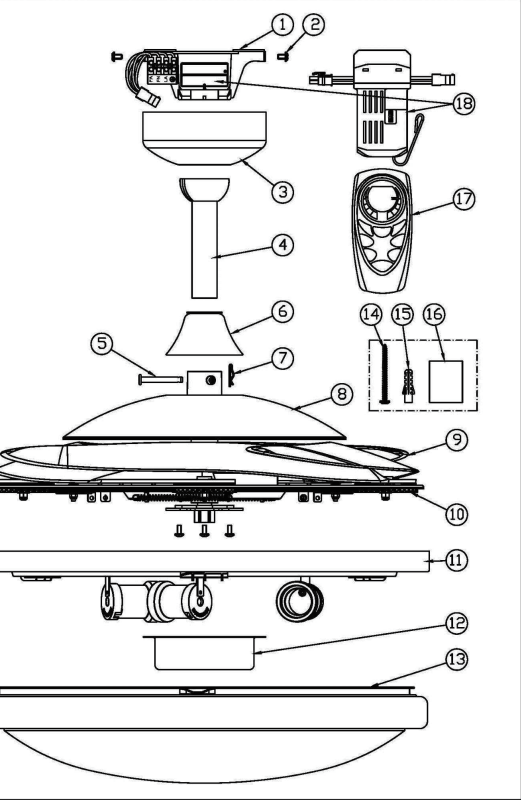

FIGURA 1
Extraiga el ventilador e identifique cuidadosamente las partes. Consulte la FIGURA 1
2) RETIRE EL DOSEL PARA CIELO RASO (NO. 3 - FIGURA 1) AFLOJANDO LOS DOS TORNILLOS CON RANURAS.
1) PASE LA VARILLA VERTICAL A TRÁVÉS DEL DOSEL PARA CIELO RASO (NO. 3 - FIGURA 1) Y LA CUBIERTA PARA PERNO Y PASADOR (NO. 6 - FIGURA 1).
3) INSERTE LA VARILLA VERTICAL (NO. 4 - FIGURA 1) EN LA PARTE SUPERIOR DE LA UNIDAD (NO. 8 - FIGURA 1). ALINEE LOS ORIFICIOS DE LA UNIDAD CON LOS ORIFICIOS DE LA VARILLA VERTICAL E INSERTE EL PERNO (NO. 5 - FIGURA 1). LUEGO, INSERTE EL PASADOR (NO. 7 - FIGURA 1) EN EL EXTREMO DEL PERNO.
2) INSERTE EL RECEPTOR DEL CONTROL REMOTO EN EL SOPORTE DE MONTAJE (NO. 1 - FIGURA 1).
4) LUEGO, DESLICE EL DOSEL PARA CIELO RASO (NO. 3 - FIGURA 1) SOBRE EL SOPORTE DE MONTAJE UTILIZANDO LOS ORIFICIOS RANURADOS. ALINEE LOS OTROS 2 ORIFICIOS Y LUEGO COLOQUE LOS OTROS 2 TORNILLOS. AJUSTE LOS CUATRO TORNILLOS.